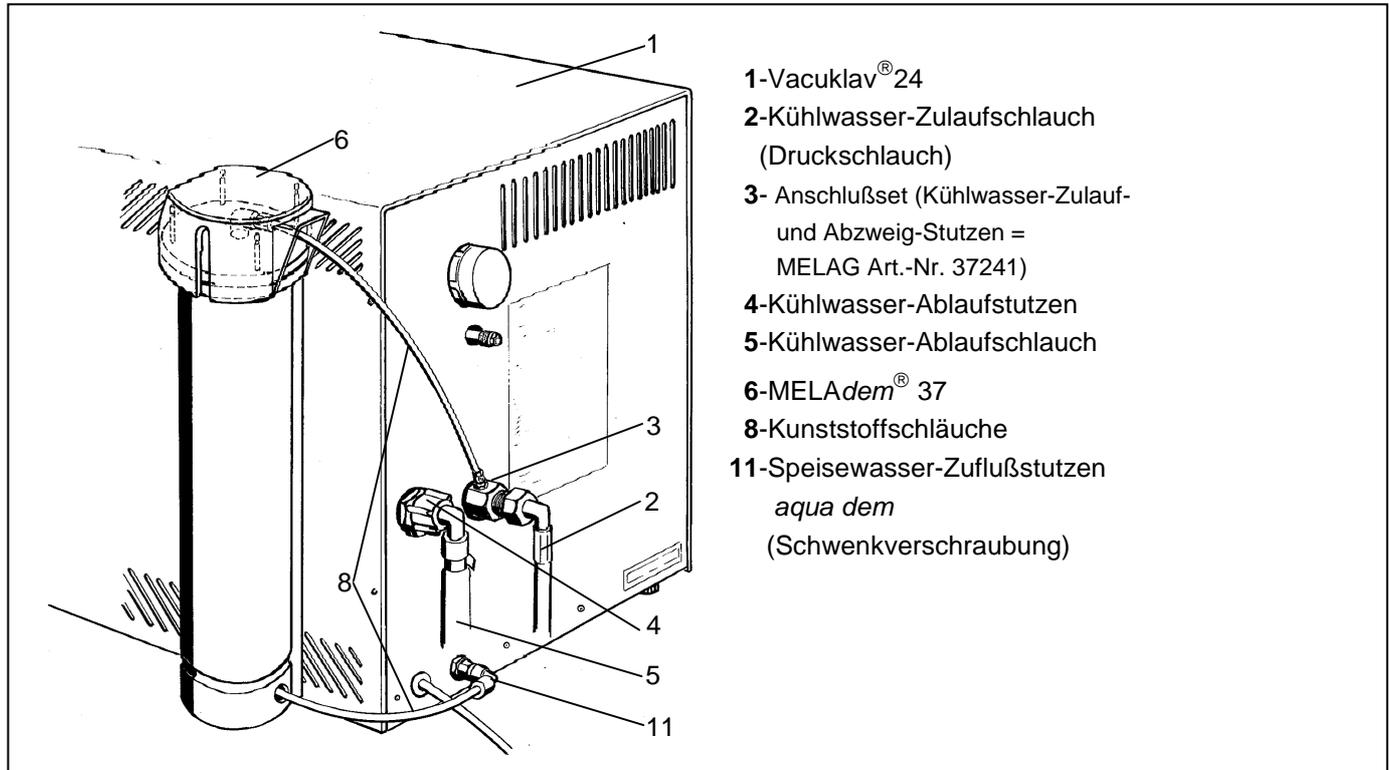

Abbildung 6: Anschluß an den Vacuklav®24
3. Schrauben Sie den Kühlwasser-Zulaufschlauch (2) aus dem Gerät heraus.
4. Schrauben Sie den Kühlwasser-Abzweig-Stutzen (3) in das Gerät. Auf den Kühlwasser-Abzweig-Stutzen (3) schrauben Sie den Zulaufschlauch (2).
5. Befestigen Sie nun die Kunststoff-Schlauchleitungen (8) zur MELAdem®37 (6) an den vorhandenen Schnellverschraubungen (wie in
6. Abbildung 6).
**Tips zur Schlaucheinstallation an MELAdem®37 (8).** Dafür werden von dem beiliegenden Kunststoffschlauch mit einem Schlauchschneider oder mit einem scharfen Messer 2 Stück in der erforderlichen Länge zugeschnitten. Zum besseren Aufschieben der Überwurfmutter am unteren Kunststoffschlauch ist es ratsam, die Durchführungstülle am Filtergehäuse auszuknöpfen und mit auf den Kunststoffschlauch zu fädeln. Auf die Schlauchenden wird jeweils eine Überwurfmutter der Metall-Schnellverschraubung und bei den Kunststoff-Schnellverschraubungen zusätzlich ein Schneidring aufgeschoben und das Schlauchende anschließend bis zum hinteren Anschlag (**wichtig!**) auf die Tülle der Schnellverschraubung geschoben. **Bei den Kunststoffverschraubungen genügt festes Anziehen von Hand!** Nach dem handfesten Anziehen der metallischen Überwurfmutter sollte mit einem Maulschlüssel noch ca. eine viertel Umdrehung nachgezogen werden. Es folgt das Einknöpfen der Durchführungstülle.